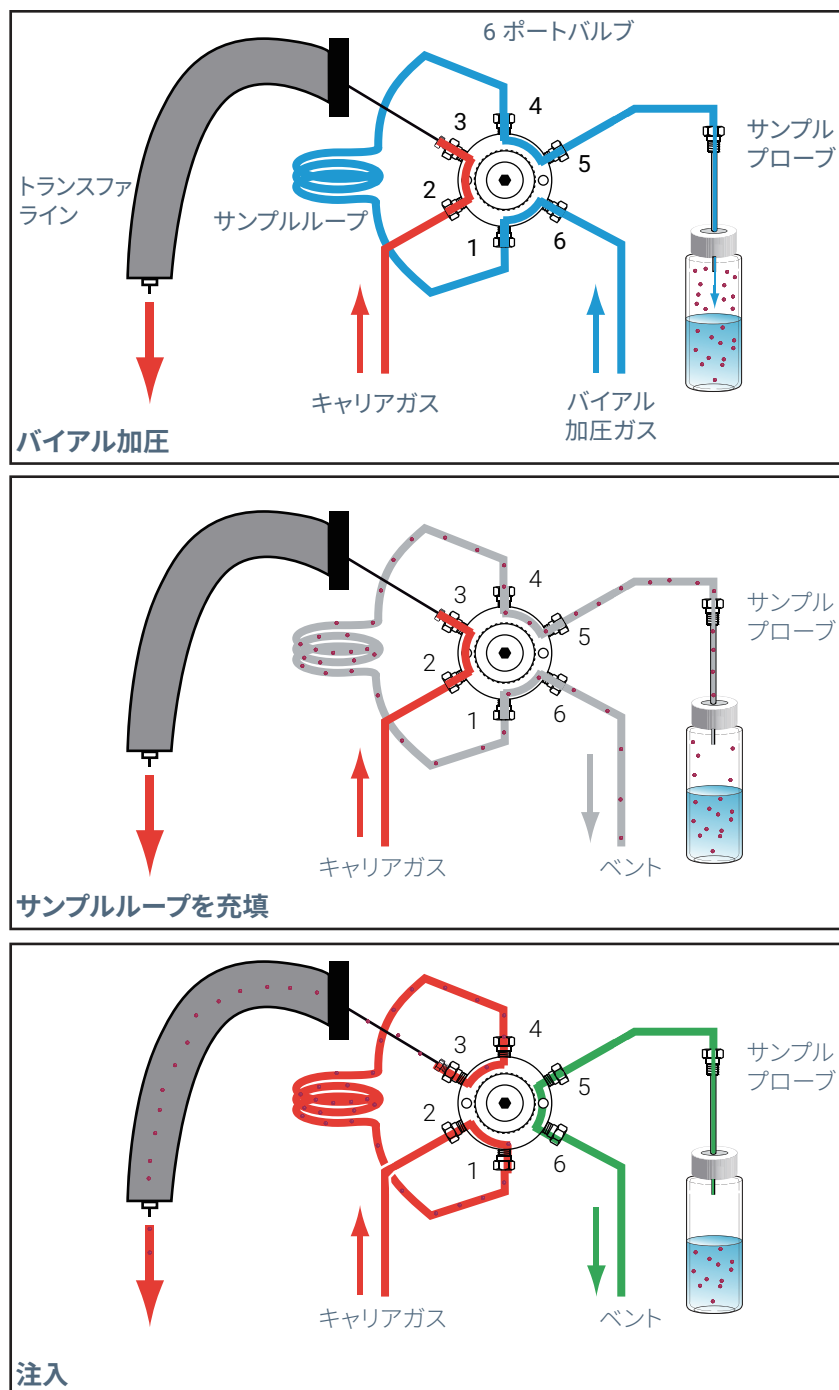

図1. バルブとループシステムのサンプリングと注入
- 2 サンプラはガスでバイアルを加圧します。図1を参照してください。